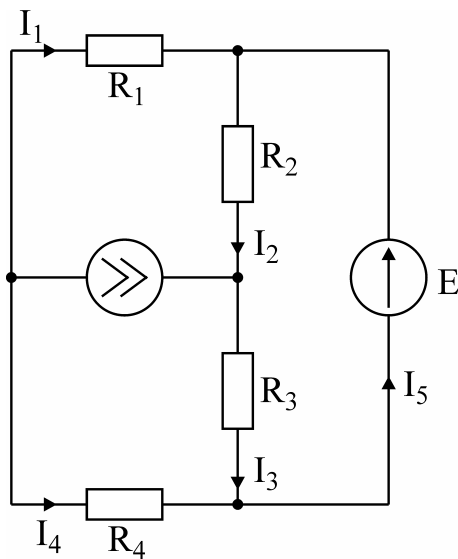
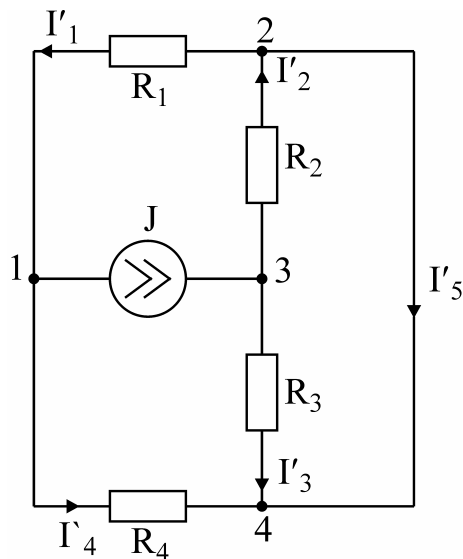
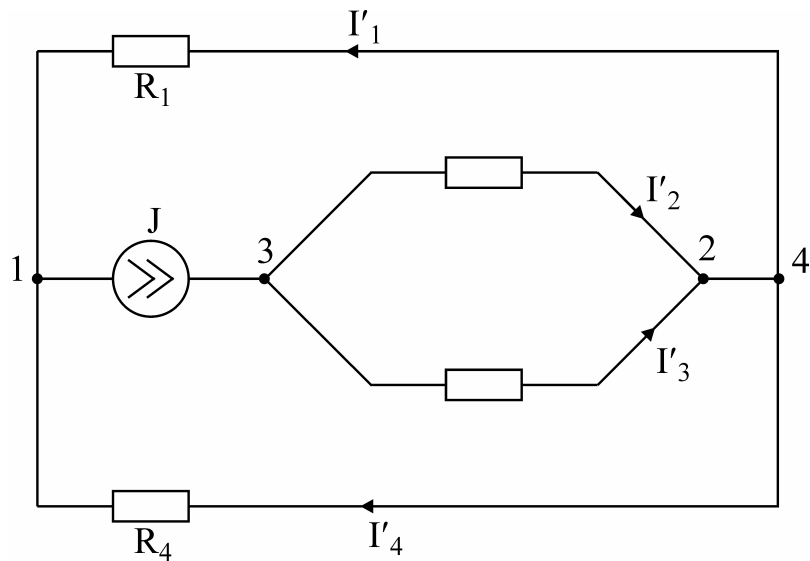

Рис.1
Рис.2
Рис.3
1. Заменяем источник э.д.с. E короткозамкнутым участком (т.к. его $r_{вн}=0$) (схема рис.2).
Т.к. конфигурация цепи изменилась, то в цепи рис.2 протекают токи отличные от токов цепи рис.1. Их называют первые частичные токи и обозначают со штрихом.
Т.к. схема упростилась, то токи можно рассчитать, применяя правило плеч. Схему цепи рис.2 более наглядно представим на рис.3.